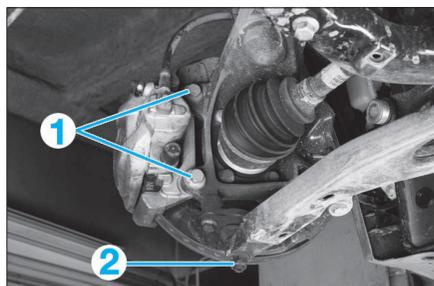
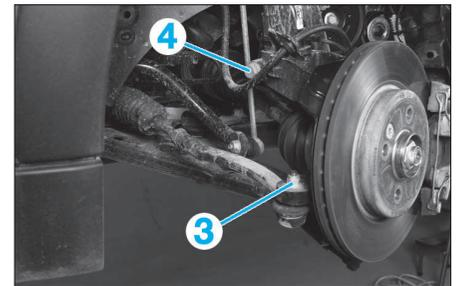

FIG. 5
FIG. 6
- les deux vis de fixation de l'étrier de frein (1) (Fig.5).
- Déposer l'écrou inférieur de rotule de pivot (2).
- Déposer l'écrou de fixation de la rotule de direction (3) (Fig.6).
- Desserrer la vis de bridage (4) (Fig.6) de l'élément de suspension sur le pivot.